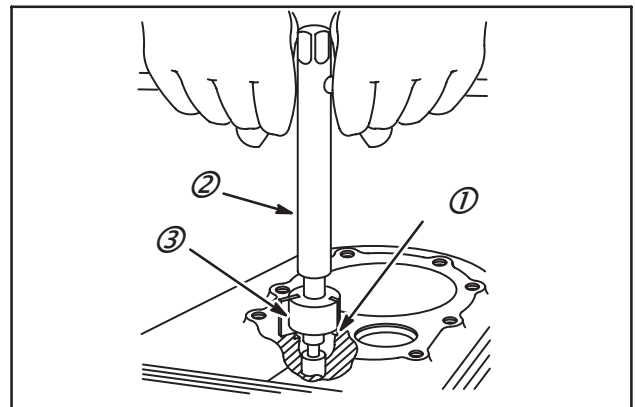

Fig. 19
4. Alésé le cylindre à la main jusqu'à ce que la butée (3) de la fraise (1) touche le haut du cylindre, Fig. 19.